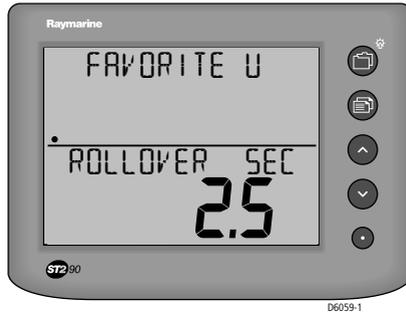

Figure 3-3 : Réglage du défilement de la page Favorite
2. Appuyez sur la touche  pendant 1 seconde pour afficher la page de paramétrage du défilement des pages Favorites. (Figure 3-3).